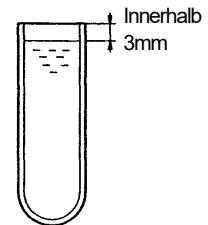
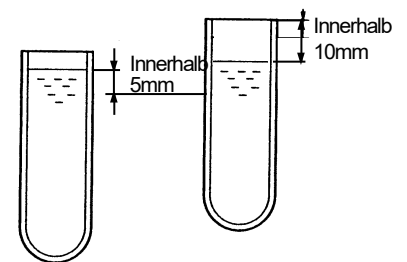

Abb. 3-3 Befüllen der Röhren für den Ausschwingrotor
Abb. 3-4 Befüllen der Röhren für den Ausschwingrotor
- 2) Balancieren Sie die Röhren (die symmetrisch angeordnet sind) innerhalb 0,2 g aus. Balancieren Sie die Röhren bei Verwendung einer Zentrifuge der Serien CS150NX und CS-FNX/CS-GX II /CS-GXL/CS-GX gemäß Abb. 3-3 und Abb. 3-4 aus.